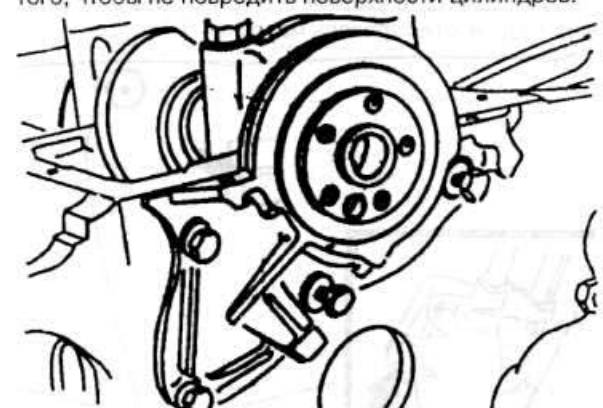

Рис. 2.20
- ♦ Отвинтите болты, крепящие крышку заднего подшипника коленвала (рис. 2.20).